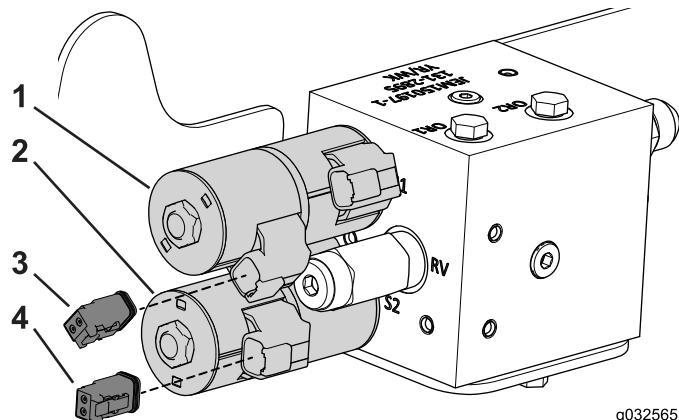

Рисунок 5
- Найдите соединители на жгуте проводки для комплекта, освободите их и подсоедините к разъемам на электромагнитных клапанах, как показано на Рисунок 5.